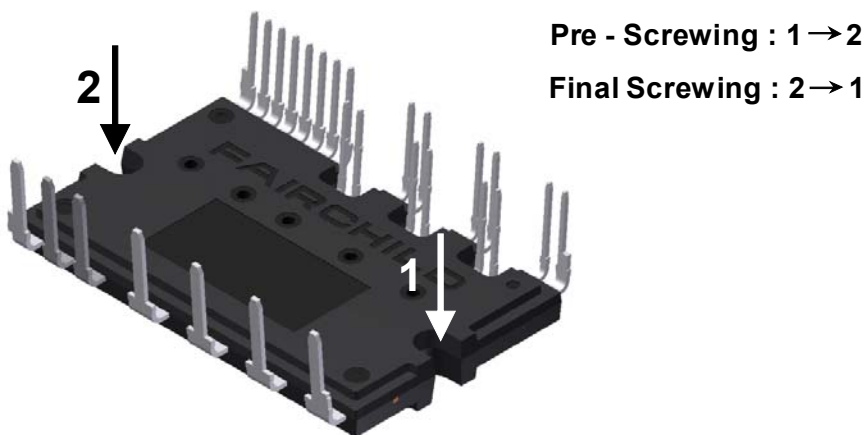

图 10. 安装螺钉时的扭紧顺序
12. 避免用力不均衡。图 10 显示了安装螺钉时, 推荐的扭紧顺序。安装不全会破坏封装 DBC 基底。预旋紧扭矩约为最大额定扭矩的 20 ~ 30%。